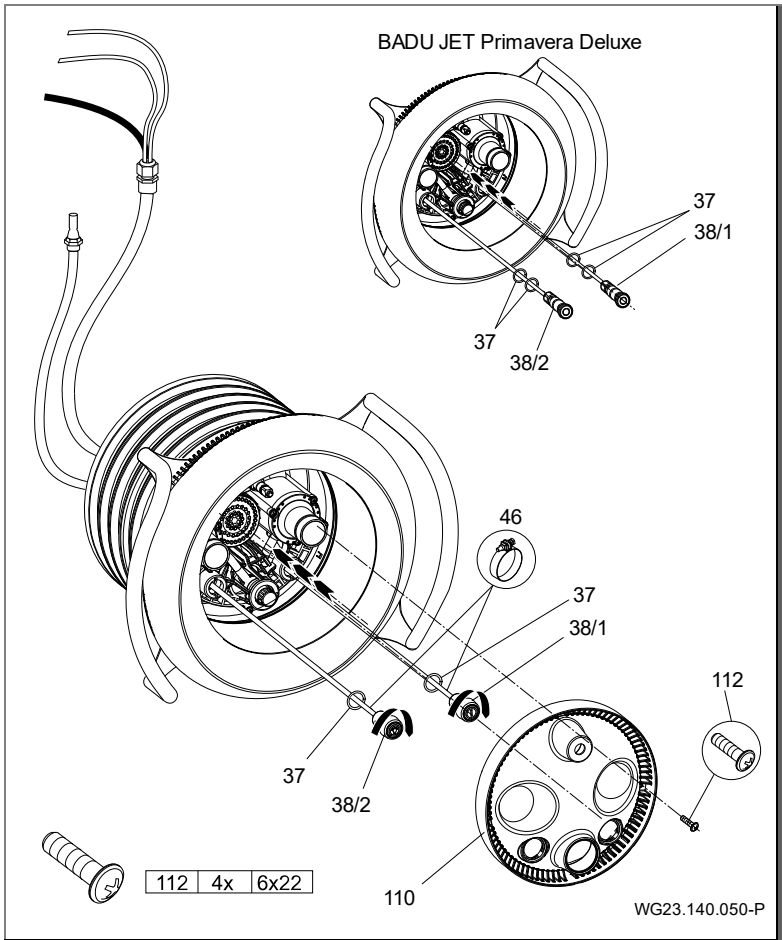

Abb. 19
8. Primavera: Jeweils einen O-Ring (37) auf die Pneumatiktaster (38/1; 38/2) schieben. Pneumatikschläuche an entsprechenden Tastern mit Schlauchklemmen (46) befestigen. Beide Pneumatiktaster in das Düsengehäuse stecken und durch Drehen im Uhrzeigersinn verriegeln. (Abb. 19)
11. Lichtabdeckung (110) auf Düsengehäuse (102.1) zentrisch ausrichten und mit vier Schneidschrauben (112) befestigen. (Abb. 19)